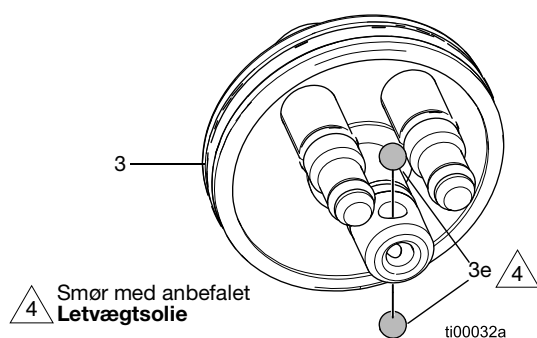

FIG. 35: Placering af stempelkuglelejer
1. Sørg for, at kuglelejerne (3e) er korrekt på plads. Se FIG. 35.
3. Skub stemplet (3) ind i pistolhuset.
4. Smør og monter fjederstyret (9) i stemplet (3).
5. Monter væskefjederen (11).
6. Monter luftfjederen (16).
7. Spænd stempelhætten (5) på pistolen.